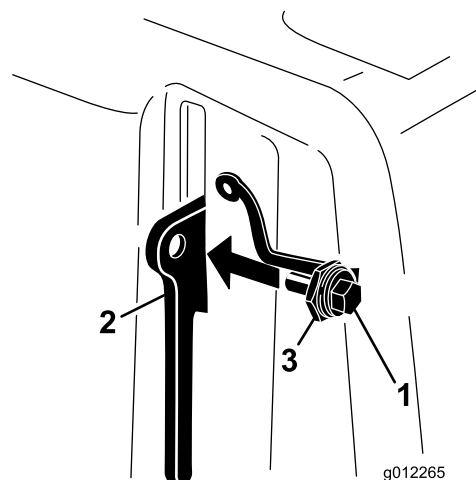

**Figura 18**
3. Inserite il bullone nella leva del dispositivo di fermo (Figura 18).